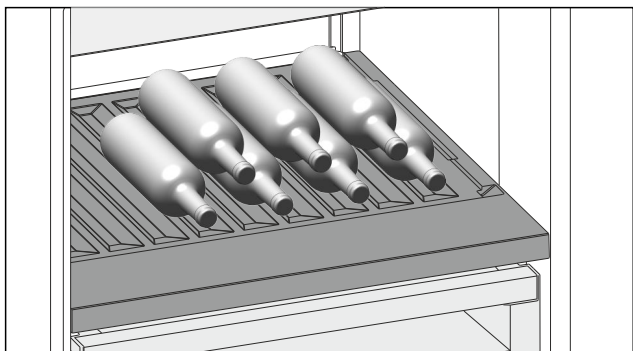

Fig. 181 Ilustrativni primjer
- ▶ Stavite boce s dnom prema stražnjoj stijenci hladnjaka. (pogledajte Fig. 181)